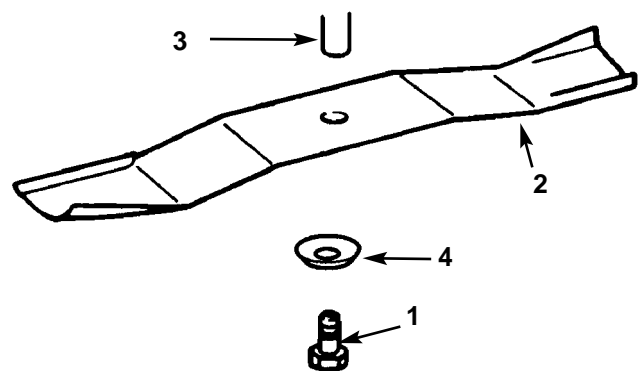

Fig. 36
3. Togliere il bullone (chiave 5/8"), la rondella curva e la lama (Fig. 36). Quando si toglie il bullone si può bloccare la lama inserendo un blocco di legno fra la lama ed il tosaerba.
1. Montate la lama, il fermo, la rondella curva (lato a tazza verso la lama) ed il bullone della lama (Fig. 36).